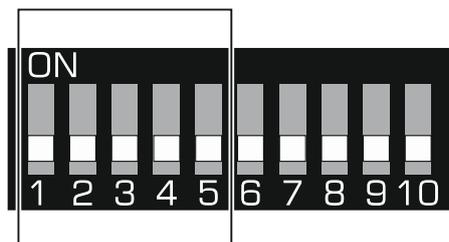

Abb. 3. DIP-Schalter zur Einstellung der Adresse, wenn das Funkbasiomodul an die Zentrale INTEGRA / INTEGRA Plus angeschlossen ist.
**Schalter 1-5** (Abb. 3) dienen zur Einstellung der Adresse, wenn das Funkbasiomodul an die Zentrale INTEGRA / INTEGRA Plus angeschlossen ist (in anderen Betriebsmodi hat die Position der Schalter 1-5 keine Bedeutung). Jedem Schalter ist ein Zahlenwert zugewiesen. In der Position OFF beträgt der Wert 0. Die Tabelle 2 zeigt die Zahlenwerte, welche den einzelnen Schaltern in der Position ON zugewiesen sind. Die Summe der Zahlenwerte, die den Schaltern 1-5 zugewiesen sind, ist mit der im Gerät eingestellten Adresse gleich. Die Adresse muss anders sein, als die in sonstigen an den Erweiterungsmodulbus der Alarmzentrale angeschlossenene Geräten.